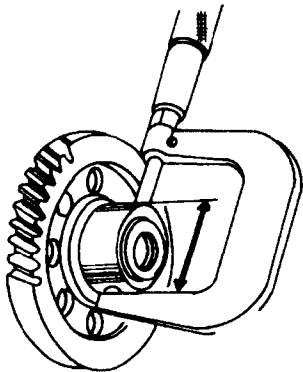

图 1-15 检查凸轮轴高度
(7) 凸轮轴高度。凸轮轴高度的标准值为 32.768 ~ 32.928mm, 维修极限值为 32.628mm, 其检查方法如图 1-15 所示。